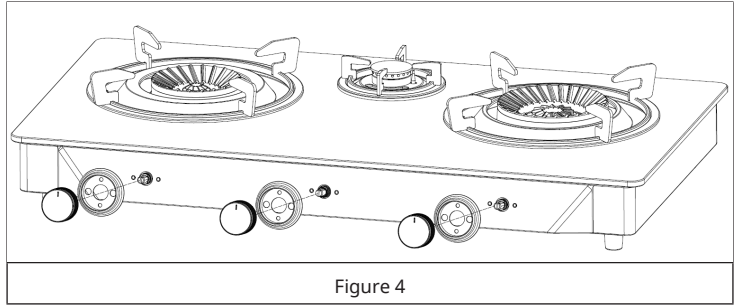

Figure 4
4. Fixez le socle du bouton et le bouton de manière appropriée (figure 4).